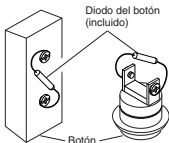

Figura 4
Instalación del diodo: Con la campana se incluye un componente electrónico pequeño llamado "diodo". Este diodo debe instalarse en los tornillos terminales del botón de la puerta de entrada (vea la Figura 4). Sin este diodo la campana no completará todo el tono seleccionado. Si con el diodo colocado la campana no completa el tono seleccionado, vea *Análisis de averías*.
- **Inspeccionar el diodo en el botón delantero:** Verificar que el diodo está bien fijado al botón (vea la Figura 4). Si aún el tono no suena por completo, reemplace el diodo.